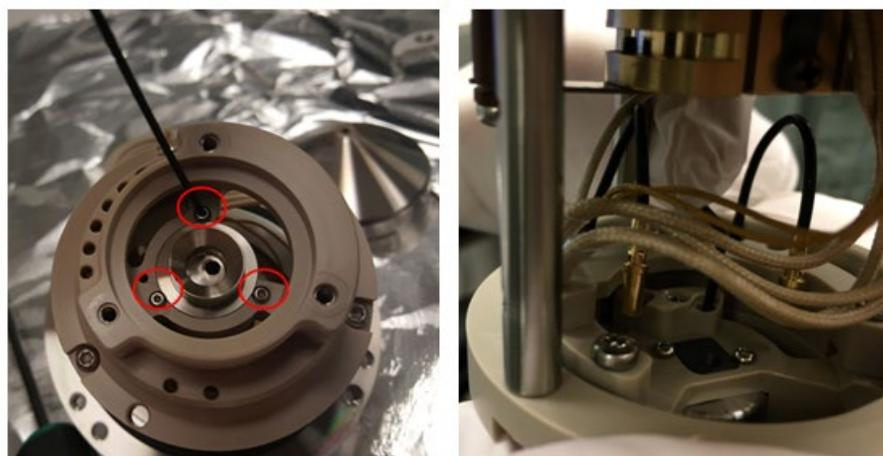

Figure 120 : Retrait des vis de la lentille tubulaire
- 17) Retirez les trois vis maintenant la lentille tubulaire en place. Pour retirer la lentille tubulaire, appuyez sur la broche électrique, à travers le trou duquel le deuxième fil de raccordement a été débranché, à l'aide d'un outil comme une clé Allen. Voir Figure 120.